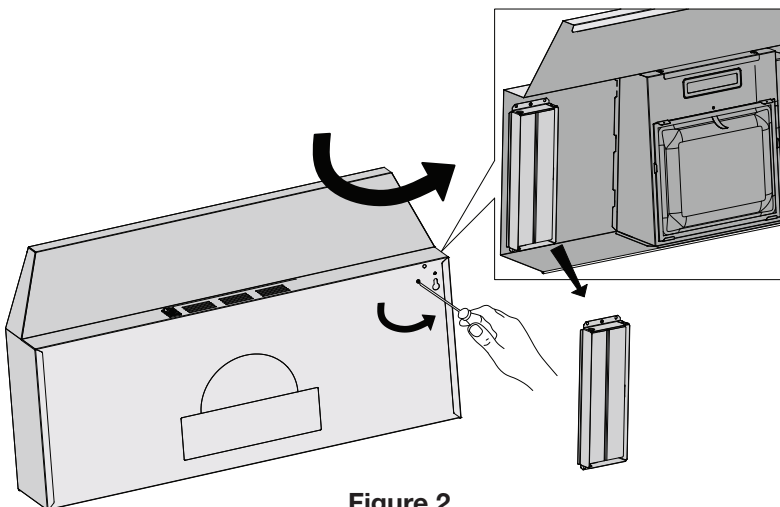

Figure 2
- Dévisser l'amortisseur rectangulaire situé sous la hotte, en enlevant les vis du haut (voir figure 2).